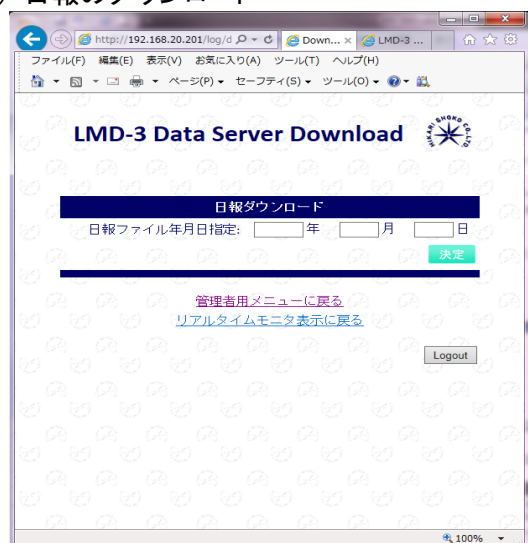

図 4-2
日報のダウンロードは管理者メニューから行います。2. (3)項と同様に管理者メニュー画面を開き、“日報ダウンロード”を選択すると日報ダウンロード画面(図 4-2)が開きます。